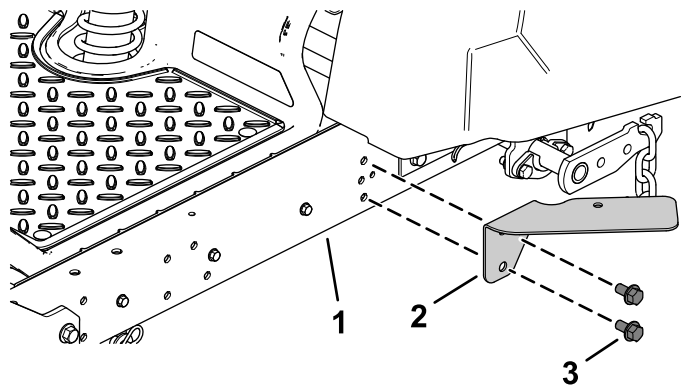

Figure 5
1. Fixez le support d'éclairage latéral à la plate-forme à l'aide de 2 boulons autotaraudeurs à embase hexagonale, comme montré à la Figure 5.